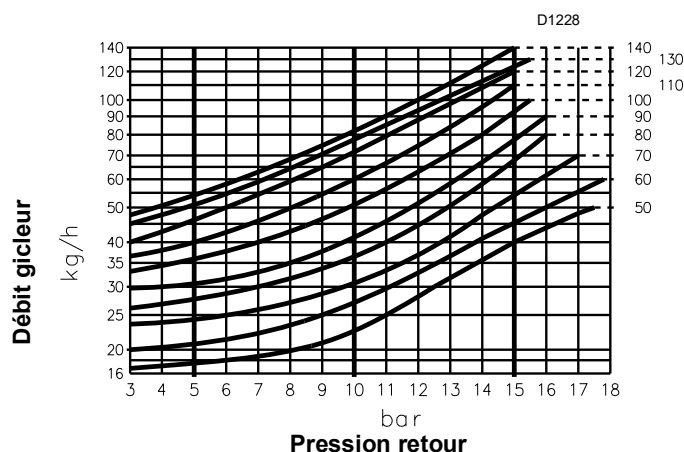
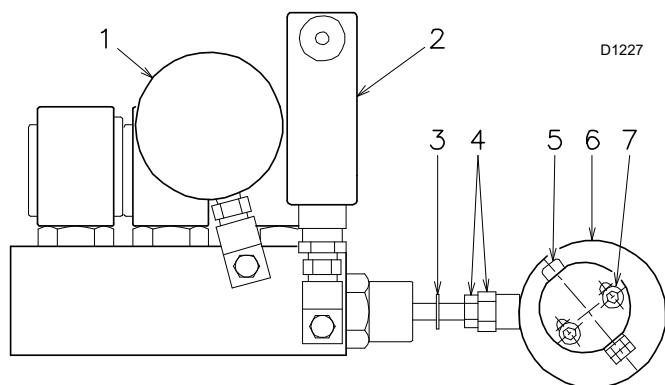

Fig. 28
Fig. 29
Le diagramme (Fig. 28) indique cette relation pour les gicleurs Bergonzo type A3 et A4 avec pression de refoulement pompe de 20 bars.
La valeur de la pression sur le retour du gicleur est indiquée par le manomètre 1)(Fig. 29).
On obtient les corrections de pression sur le retour en variant l'excentrique 6)(Fig. 29) et l'écrou avec contre-écrou 4)(Fig. 29).
- Ne jamais porter le piston du variateur en butée : la bague d'arrêt 3)(Fig. 29) détermine la course maximale.
- Une fois le réglage effectué vérifier manuellement, après avoir débloqué le servomoteur (voir page 26), qu'entre 0° et 130° il n'y ait aucun talonnage et que les pressions minimum et maximum correspondent à celles choisies selon le diagramme (Fig. 28 page 24).
Le débit du gicleur est fourni par le diagramme (Fig. 28 page 24) au niveau de la pression sur le retour du gicleur, lue sur le manomètre 1)(Fig. 29 page 25).